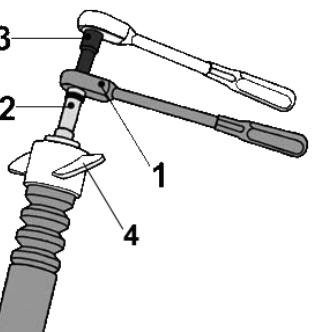

Fig. 8
- **Fig. 8** Oberes Original-Stützlager (4) mit Spezialwerkzeug (1-3) abbauen. Wird wieder verwendet.
- **Fig. 8** Remove upper original support bearing (4) with special tool (1-3). It will be re-used.
- **Fig. 8** Démonter le palier de soutien supérieur d'origine (4) avec l'outil spécial (1-3). Est réutilisé.
- **Fig. 8** Desmontar el cojinetе de apoyo original (4) con la herramienta especial (1-3). Se volverá a utilizar.
- **Fig. 8** Vor Einbau des Dämpfers das Original-Stützlager (4) am Performance Dämpfer mit Kolbenstangenmutter aufschrauben.